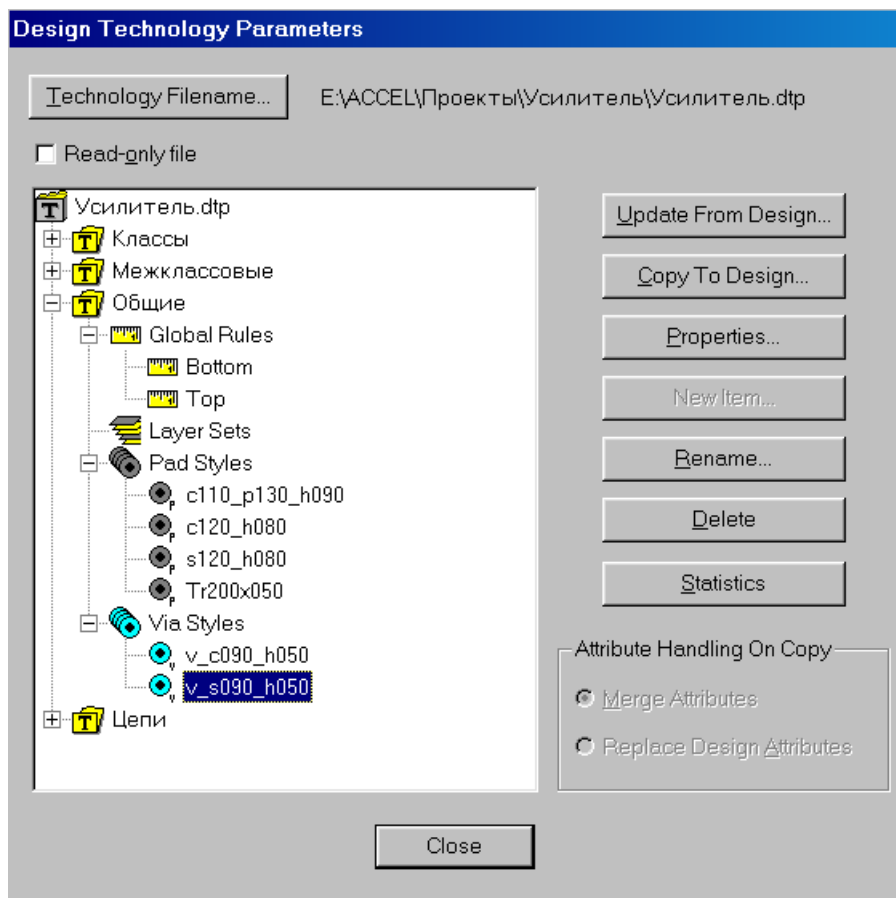

Рис. 7-27. Сохранение технологических параметров
- 5) Нажмите кнопку **Update From Design** (Обновить из проекта), чтобы записать данные о созданных в текущем проекте стеках монтажных площадок (см. рис. 7-27).